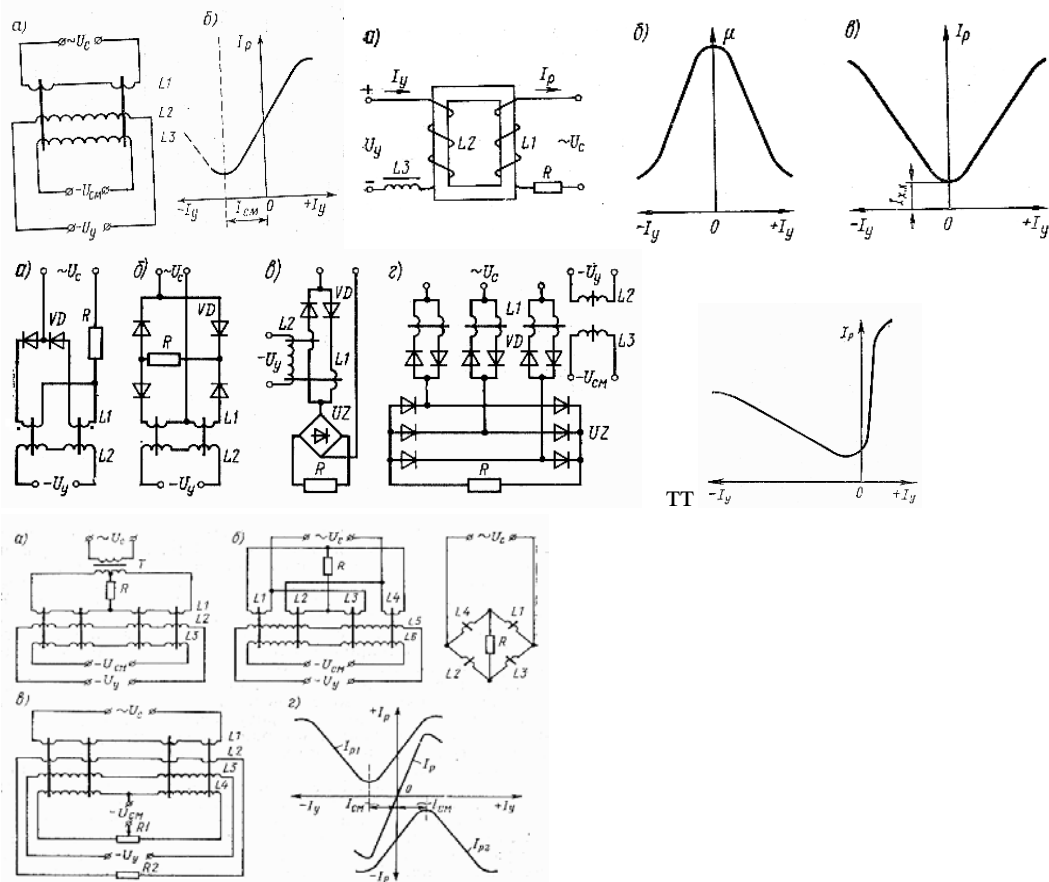

Рис. 1
1. Указать состав магнитных усилителей (рис. 1), объяснить принцип работы МУ, рабочая характеристика. Виды магнитных усилителей, обратные связи, применение МУ в ЭП.